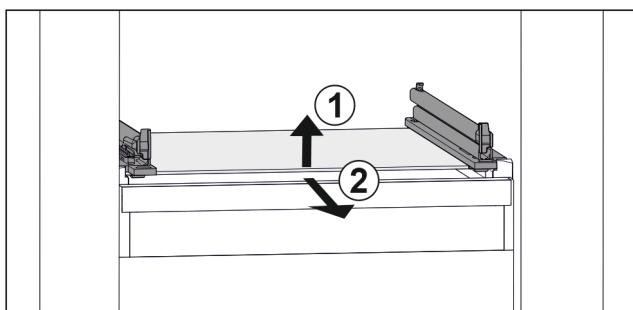

Fig. 108 Príklad zobrazenia sklenej dosky
- Nadvihnite sklenenú dosku vpred. Fig. 108 (1)
- Odoberte sklenenú dosku dopredu. Fig. 108 (2)